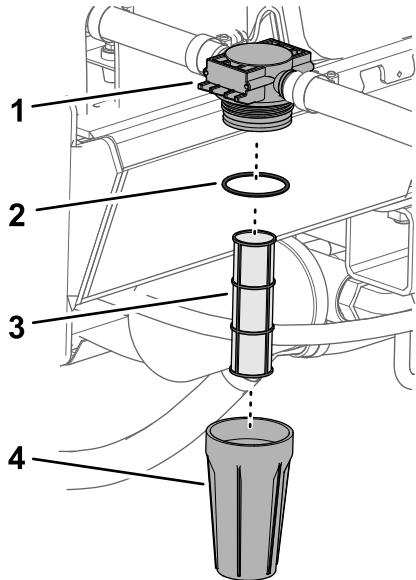

图41
1. 逆时针旋转滤清器然后从滤头中拿出油碗图41。
2. 检查滤清器滤芯是否损坏、有积聚物或杂质图41。
- A. 从滤头上拆下滤芯图41。
- C. 将滤清器滤芯插入滤头图41。
3. 检查 O 形圈是否损坏图41。
4. 将油碗顺时针旋到滤头上并用手紧固图41。